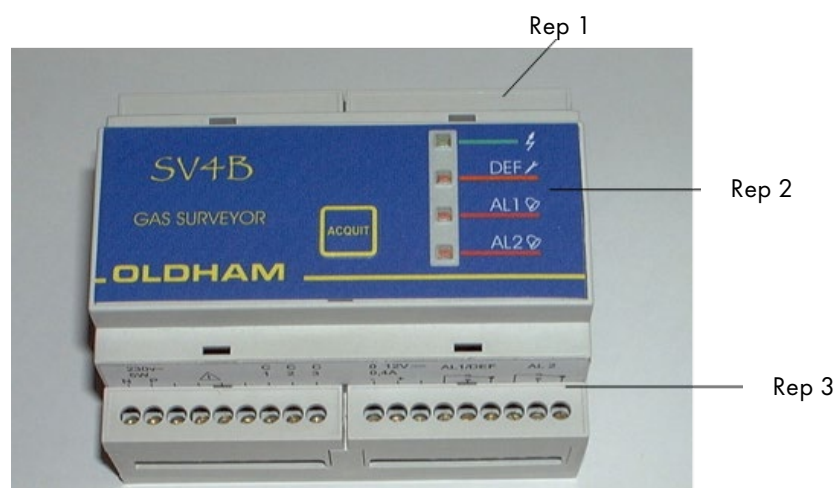

Figura 1
- en la parte superior para ajustes y pruebas (Rep 1, Figura 1),
- en la FACHADA para las indicaciones luminosas (Rep 2, Figura 1),
- y en la parte inferior para las conexiones (Rep 3, Figura 1).